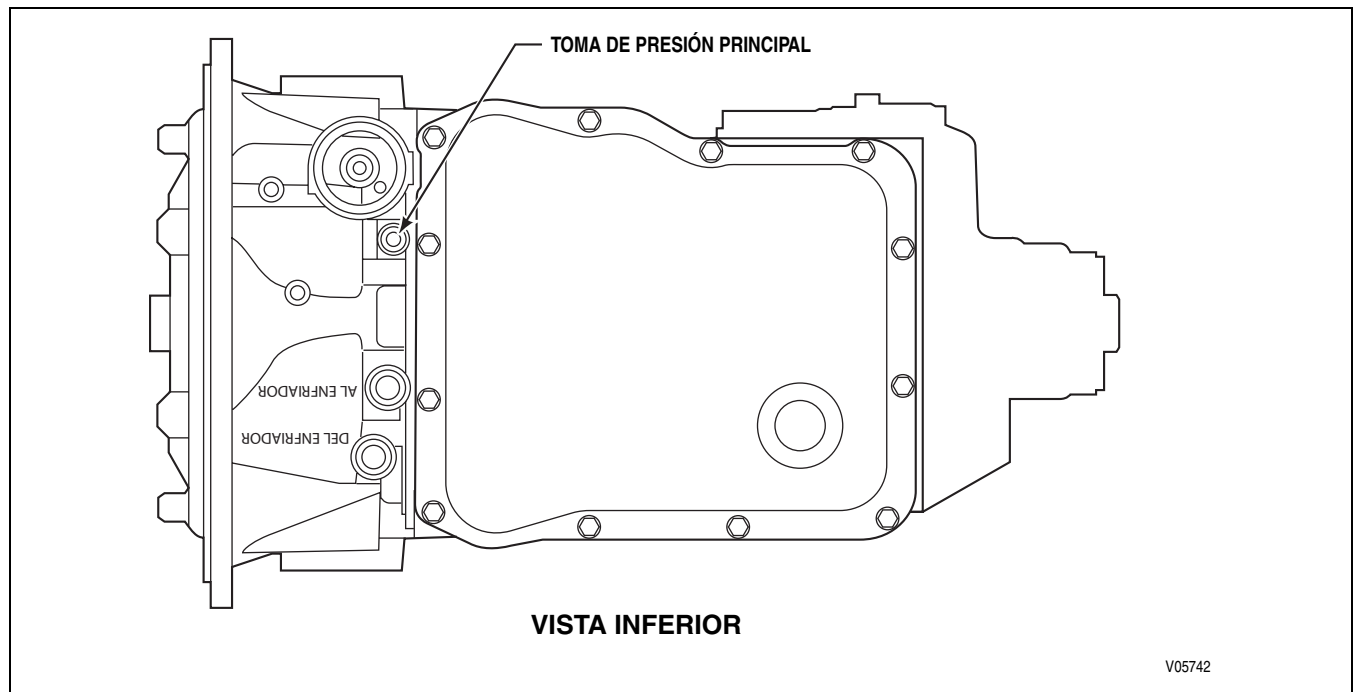

Figura B-1. Punto de revisión de la presión principal
1. Conecte un manómetro de aceite a 0–2070 kPa (0–300 psi) en la toma de presión principal (consulte la figura B-1). Utilice Allison DOC™ para revisar las rpm del motor. Consulte la tabla B-1 para obtener los niveles de presión principal.